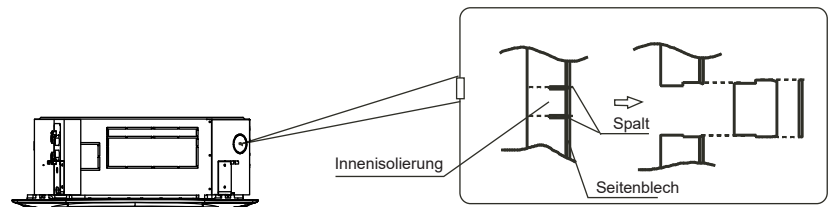

Abb. 5-4
- Die innenseitige Isolierung der Öffnung mit einer Schere ausschneiden. (Siehe Abb. 5-4)